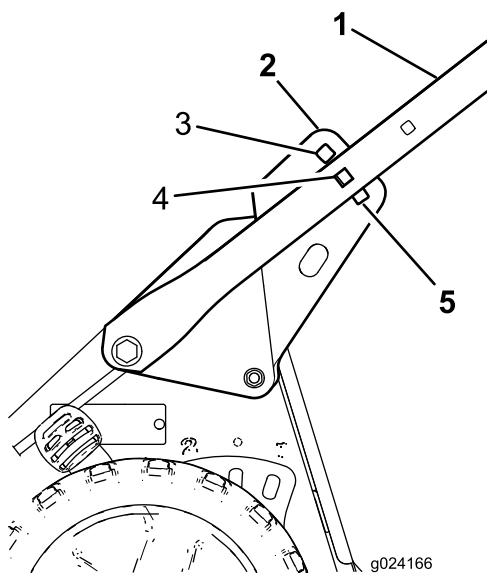

Figure 5
5. Tenez-vous derrière la machine à la position d'utilisation pour déterminer la hauteur du guidon qui vous convient le mieux (Figure 5).